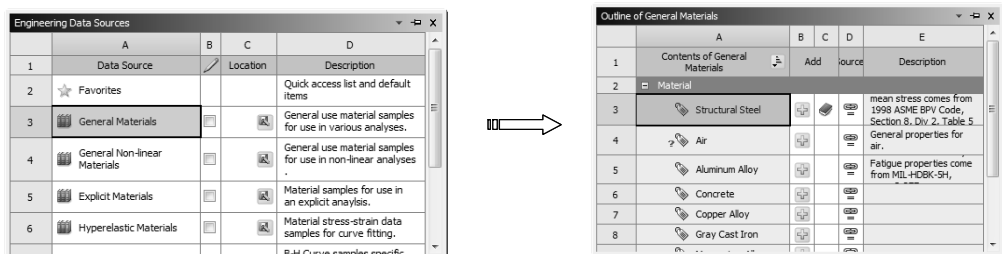

图 12-67 选择【General Materials】项
3) 在【Engineering Data Sources (工程数据源)】窗口中选 A3 栏中的【General Materials (通用材料)】项, 出现【Outline of General Materials (通用材料列表)】窗口, 如图 12-67 所示。